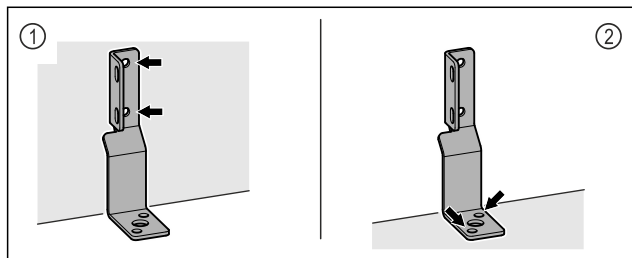

Fig. 6
- Fest vinkelen på vegg *Fig. 6 (1)* eller gulvet *Fig. 6 (2)*.